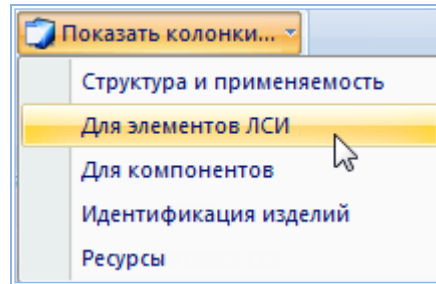

Рис. 5-29 – Пункты выпадающего меню элемента «Показать колонки»
1) Нажать кнопку «Показать колонки» панели «Вид» и выбрать нужное наименование из выпадающего списка. Список наименований наборов колонок для окна «Логистическая структура» приведен на рис. 5-29.